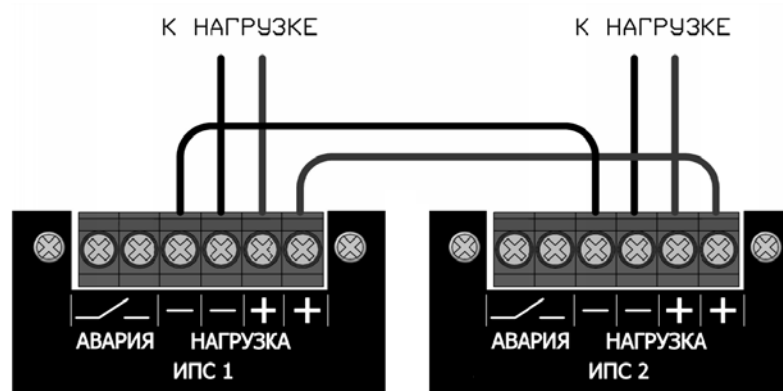

Рисунок 4. Параллельное включение ИПС.
6.3 Серийные ИПС допускают включение на параллельную работу (см. рис.4). При этом будет обеспечиваться селективная дистанционная сигнализация, так как реле сигнализации включены до разделительных выходных ключей ИПС.